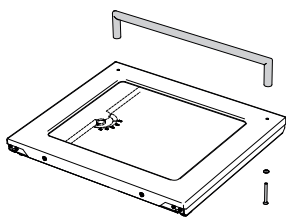

Bild 37
- Backrohtür nach Anleitung aushängen und auf eine saubere Unterlage legen, die Griffbefestigungen lösen (2x) und den Backrohrgriff abnehmen (Bild 37).